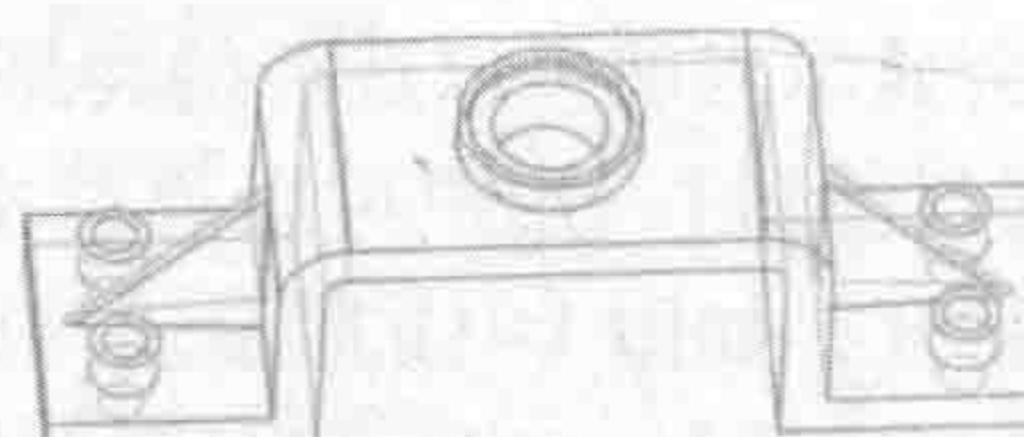

图 1-17 带有淡化边的线框
- 【带有淡化边的线框】：旋转视图时，用边缘几何体渲染工作视图中的面，使隐藏边淡化并动态更新面，如图 1-17 所示。